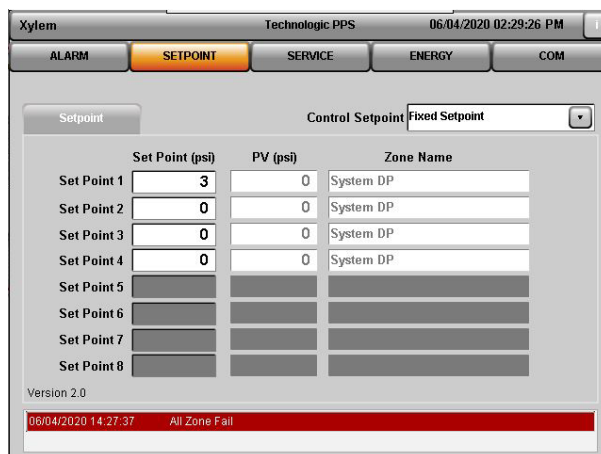

Figura 5.6.2 Control del sensor del punto de ajuste fijo
- Pantalla de punto de ajuste fijo para configuración con sensor como se muestra en la **Figura 5.6.2**.